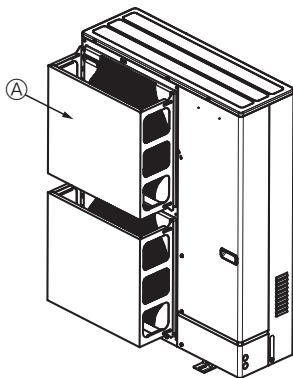

Fig. 2-4
- ② Installare una guida di protezione dell'aria opzionale se l'unità è installata in un luogo in cui forti venti provenienti da un tifone, ecc. possono entrare direttamente nell'uscita dell'aria. (Fig. 2-4)